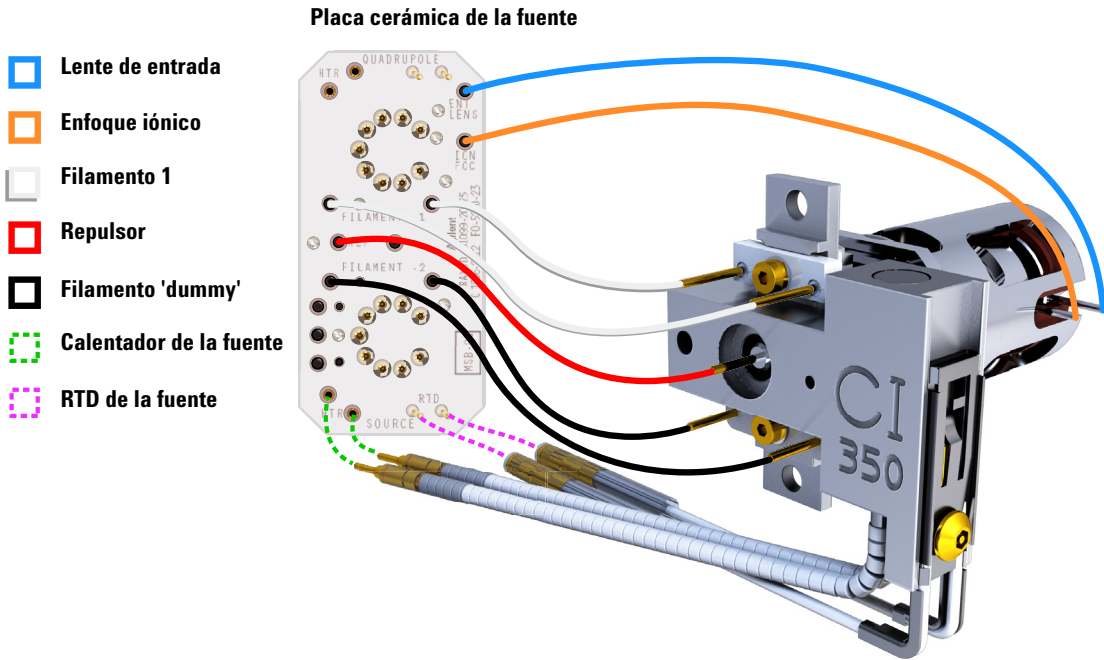

Figura 67 Cableado entre la placa cerámica de la fuente y la fuente CI
- 1 Use pinzas o alicates para conectar/desconectar los cables de la placa cerámica de los conectores de la fuente. (Consulte la Figura 67.)